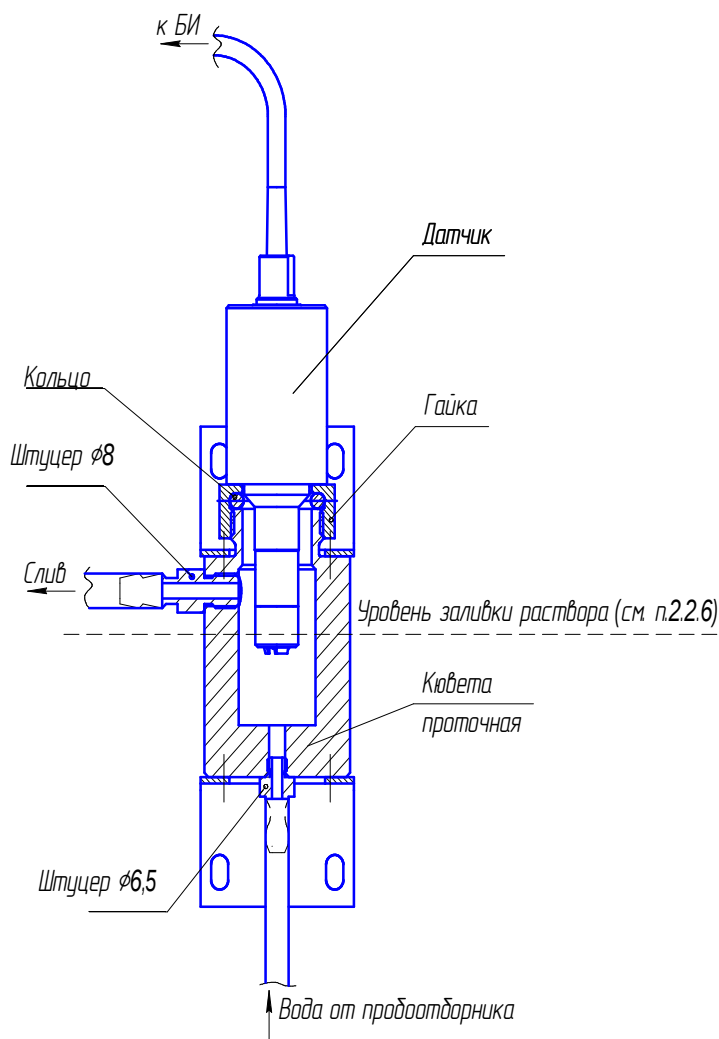

Рисунок 2.1 – Положение датчика в кювете проточной
- надеть трубку длиной 20 см на штуцер Ø6,5 (см. рисунок 2.1), другой конец трубки поднять вертикально вверх до штуцера Ø8;
- заполнить емкость ИБЯЛ.306569.007 (кювета проточная из комплекта ЗИП) раствором натрия сернистокислового с концентрацией 20 г/дм³ (см. п.2.2.7) до уровня заливки (см. рисунок 2.1);
При подготовке к работе с кюветой проточной необходимо (см. рисунок 2.1):